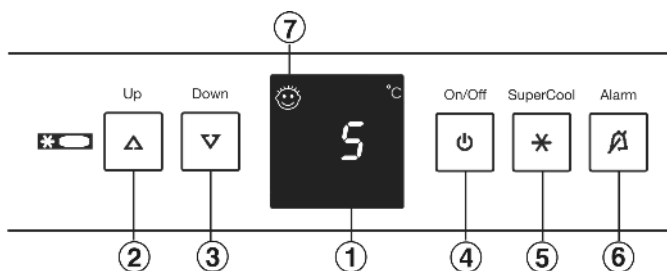

Fig. 2
- ▶ нажмите кнопку On/Off Fig. 2 (4).
- ▶ Активация режима настройки: удерживайте кнопку SuperCool Fig. 2 (5) прибл. 5 секунд.
- ▶ Кнопкой настройки Up Fig. 2 (2) и кнопкой настройки Down Fig. 2 (3) выберите n.
- ▶ Подтвердить: Коротко нажмите кнопку SuperCool Fig. 2 (5).
- ▶ Увеличение яркости индикации: нажмите кнопку настройки Up Fig. 2 (2).
- ▶ Уменьшение яркости индикации: нажмите кнопку настройки Down Fig. 2 (3).
- ▶ Подтвердить: нажмите кнопку SuperCool Fig. 2 (5).
- ▶ Выход из режима настройки: нажмите кнопку On/Off Fig. 2 (4).